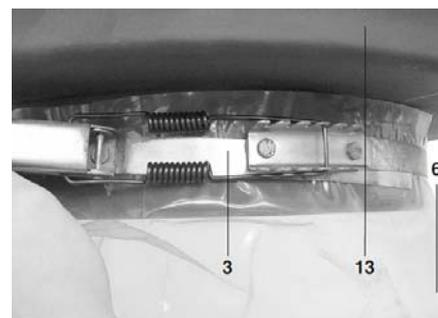

Fig. 8: Bolsa de captura del dispositivo de liberación rápida
Paso 6: tire de la bolsa de chips (6) sobre la abertura inferior de la carcasa de plástico (13) de manera que cierre completamente la abertura y asegúrela con el dispositivo de liberación rápida (3) Fig. 8.